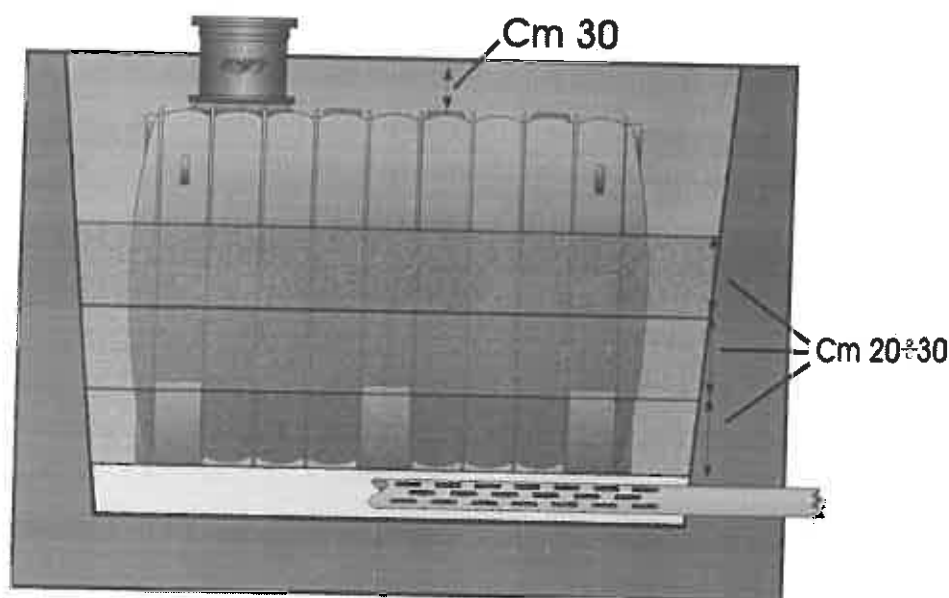

Fig. 3
5. Umpleti rezervorul pe circa jumatate cu apa, si umpleti spatiul gol dintre rezervor si peretele sapaturii cu nisip, pana la nivelul apei, cu straturi individuale de circa 20-30 cm (fig. 3), avand grija sa le compactati perfect, ajutandu-va cu o bata din lemn (fig. 5) sau alte mijloace